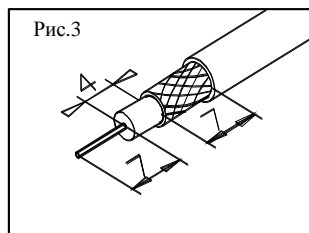

Рис. 3
- 5.2. Для антенн L010.20, L010.20B1 разделить один конец кабеля согласно рис.3, а другой конец подготовить под установку антенной вилки в зависимости от способа ее крепления.
- 5.3. Для антенн L011.20, L012.20, L013.20, L011.20B1, L012.20B1, L013.20B1 оба конца кабеля разделить согласно рис.3.